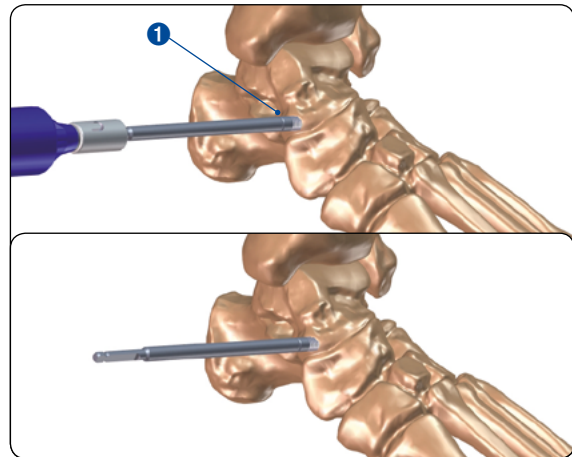

Abb. 7
Setzen Sie unter Röntgendurchleuchtung oder mittels Palpation in der Mitte das Talushalses eine UNYCO-Schraube ein. Verwenden Sie die Referenzlinie (1) auf der UNYCO-Schraube, wenn der Drehmomentbegrenzer nicht greift. (Abb. 7)
Die Weichteil-Referenzlinie auf der UNYCO-Schraube darf nicht unter die Hautoberfläche gelangen. (Abb. 7)